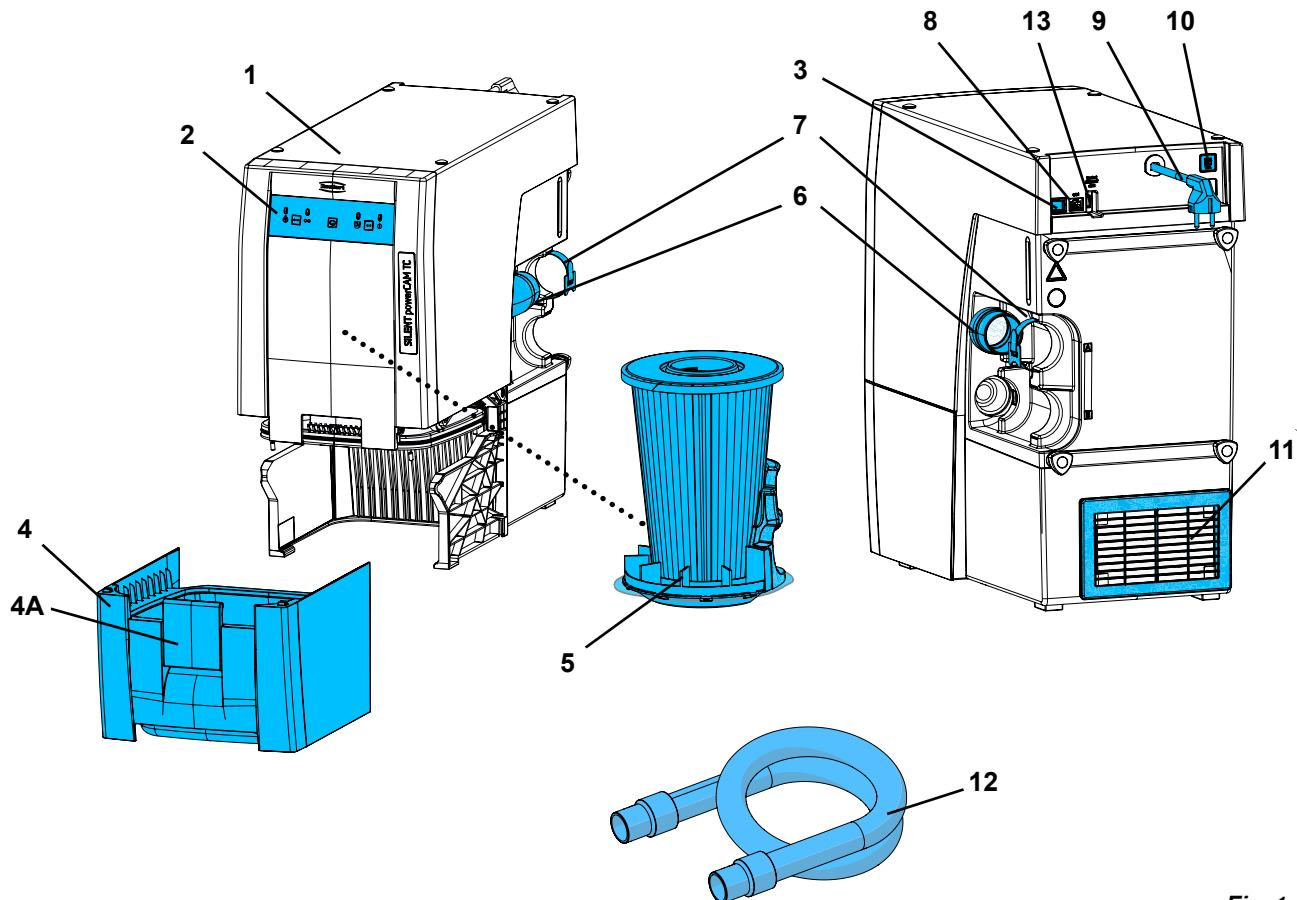

Fig. 1
- a exaustão de ar (11, Fig. 1) não fique obstruída.
- Conduta externa de exaustão (A) (ver cap. 4.6).
- Abertura na parede do armário (B), no mín. 250 x 120 mm, diretamente à frente da exaustão de ar (11, Fig. 1).
- Remover a parede posterior do armário (C), distância das costas do armário em relação à parede: no mín. 50 mm.
- ⇒ Desligue o equipamento no interruptor Lig/Desl (3, Fig. 1).
- ⇒ Desenrole o cabo de rede (9, Fig. 1) e insira o plugue em uma tomada da instalação elétrica do edifício.